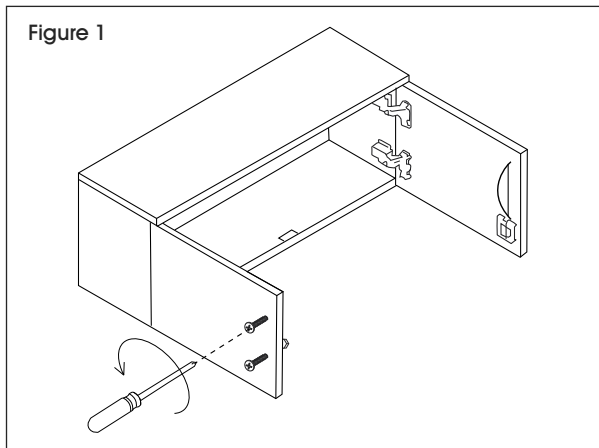

Figure 1
1. Enlevez la poignée préalablement fixée à l'intérieur de la porte de l'armoire en retirant les vis. Déplacez la poignée vers l'extérieur de la porte de l'armoire. Fixez-la en utilisant les mêmes vis. Répétez la procédure pour la deuxième porte. (Voir Figures 1 et 2)